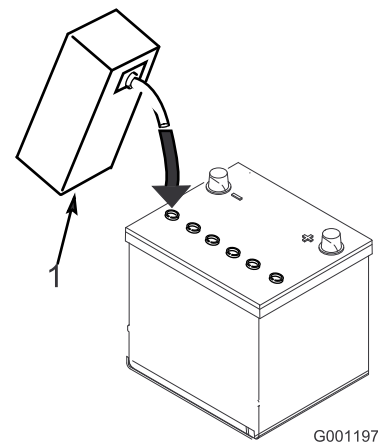

Figura 4
3. Llène cuidadosamente cada celda con electrolito hasta que las placas estén cubiertas de aproximadamente 6 mm de fluido (Figura 4).
4. Espere aproximadamente 20–30 minutos para que el electrolito penetre en las placas. Rellene según sea necesario para que el electrolito llegue a una distancia de aproximadamente 6 mm del fondo del hueco de llenado (Figura 4).